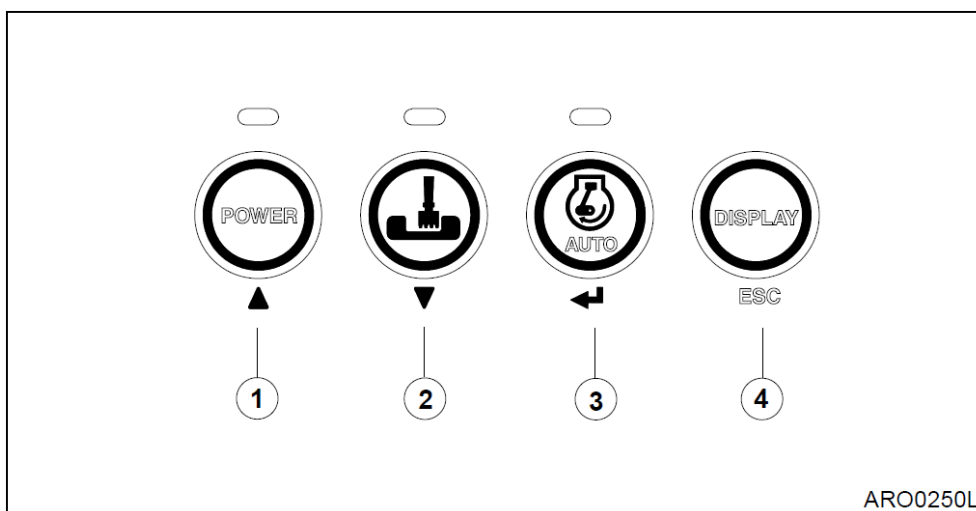

Рис. 18
1. Если кнопку **Escape (ESC, 4** на рис. 18) нажать и удерживать более 1 секунды, то экран особого меню сменится экраном нормального режима.
Различные подменю можно выбрать нажатием кнопки стрелок вверх (1, на рис. 18) и вниз (2, рис. 18).
При выделенном пункте меню (инверсия цвета) нажать кнопку **ENTER (3, рис. 18)** для подтверждения выбора и для входа в следующее подменю.
1. Вход в подменю: Если курсор находится в позиции **Machine Info** (Информация о машине) на экране специального меню, нажмите кнопку **ENTER (3, рис. 18)** и будет отображаться экран **Machine Info Sub – menu** (подменю информации о машине).
2. Вход в подменю: Если кнопку **Escape (ESC, 4** на рис. 18) нажать и удерживать более 1 секунды, то экран вернется к предыдущему подменю.
1. Вход в подменю: Если курсор находится в "Failure Info" (Информация об отказах) на экране специального меню, нажмите кнопку ENTER (3, рис. 18) и будет отображаться экран "Failure Info" (Информация об отказах).
2. Вход в подменю: Если кнопку Escape (ESC, 4 на рис. 18) нажать и удерживать более 1 секунды, то экран вернется к предыдущему состоянию.